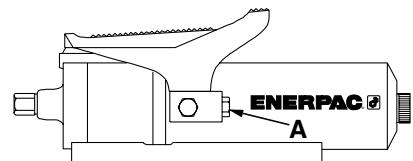

Figure 3
1. Voir la figure 3. Retirer le bouchon du connecteur hydraulique pivotant femelle NPTF de $\frac{3}{8}$ " (A) et installer l'extrémité mâle d'un raccord hydraulique NPTF de $\frac{3}{8}$ ". Le raccord peut être un tuyau à haut débit, un flexible ou un adaptateur de manomètre.